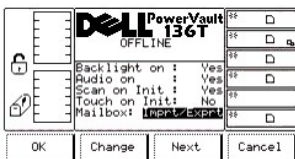

図 76. Setup > Utils > Config > Mailbox ダイアログ
- 1 **Next** ソフトキーの下にあるボタンを押すと、リストの次のフィールドはアクティブフィールドになります。次のフィールドが最後のフィールドの場合は、図 76 を参照してください。